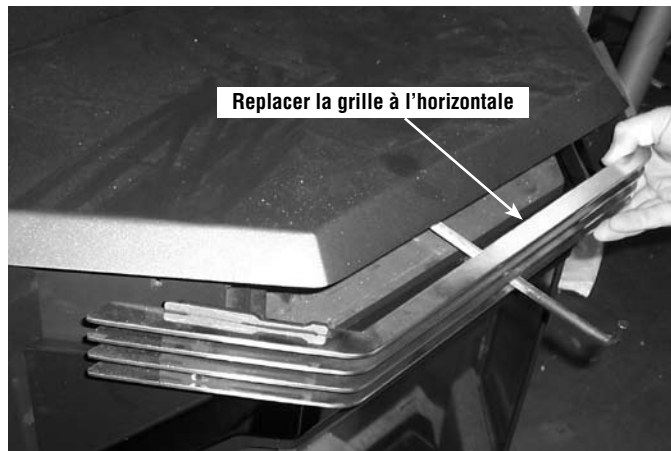

Figure 31
3. Replacer la grille à l'horizontale, remonter les quatre vis à tête ronde dans les trous situés à chaque extrémité de la grille, puis les visser dans le corps du poêle. Voir **Figure 31**.